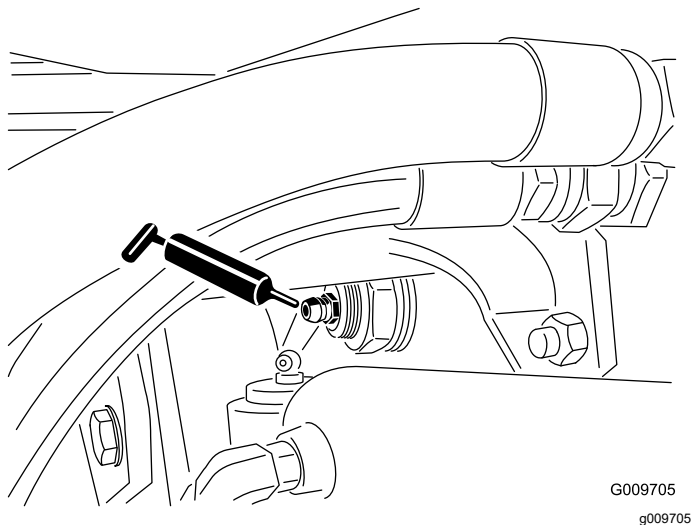

Figura 75
- Casquilhos da articulação do eixo traseiro (2), como se mostra na Figura 75